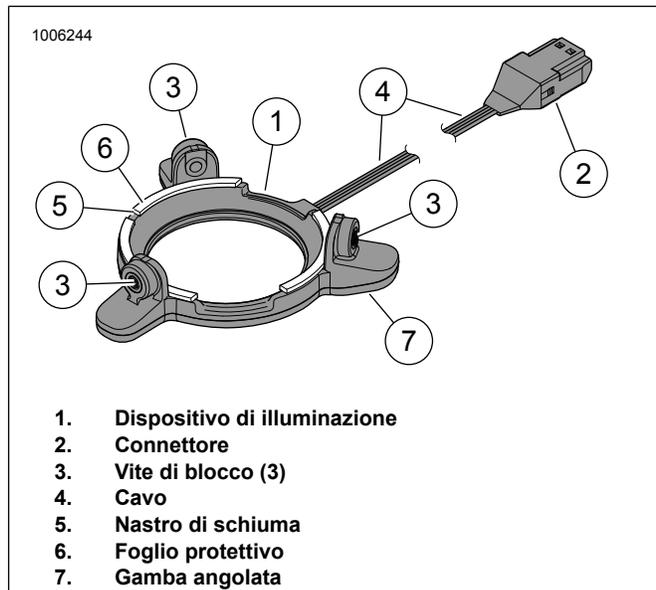

Figura 4. Luce LED, altoparlante della borsa Stage II
9. Vedere la figura 4. Rimuovere il foglio protettivo (6) dal nastro di schiuma (5) sul retro del dispositivo di illuminazione (1).